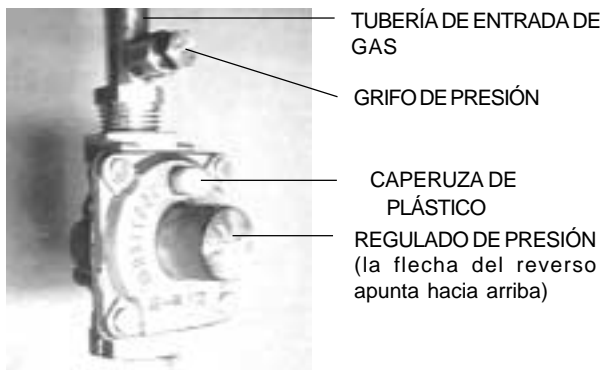

**Fig. 4 - Adaptador de salida de humos para instalaciones a gran altitud**
**ADVERTENCIA: No reduzca el tamaño de la tubería de salida de humos. Véase la Fig. 4 para instalaciones a gran altitud**
**TUBO DE GAS VERTICAL:** Recomendamos utilizar un tubo de gas de 5 pulgadas de diámetro construido con un tubo de gas del tipo B para pared doble. Cuando la elevación es superior a los 2000 pies, la salida debe ser de 6 pulgadas. Véase la Fig. 4.
**CHIMENEA DE MAMPOSTERÍA:** Las chimeneas de mampostería deben construirse e instalarse de acuerdo con la norma NFPS 211 o con las normativas locales. Debe utilizarse un conducto de gas de 5" de diámetro como mínimo (tipo B de pared doble de metal), o un aislamiento del conducto de humos de arcilla, o un sistema de aislamiento de chimenea homologado para construir la salida de humos de una chimenea de masonería interna de tiro natural. Cuando la elevación es superior a los 2000 pies, la salida debe ser de 6 pulgadas. Véase la Fig. 4.
La conexión de la salida de humos para el 425 HN es de 5 pulgadas. Sin embargo, para instalaciones a gran altitud (a más de 2000 pies por encima del nivel del mar) se necesita una salida de seis pies. Debe colocarse un adaptador de 5" x 6" en el collarín del conducto de humos del 425 HN fijado con dos tornillos como mínimo. Véase la fig. 4.